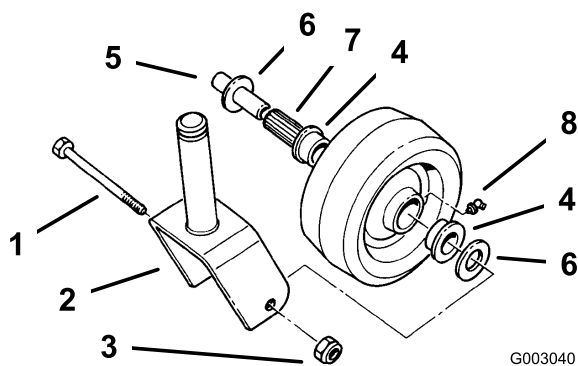

Figure 39
1. Enlevez le contre-écrou et le boulon de fixation de la roue pivotante à la chape (Figure 39).
2. Enlevez une bague, puis sortez la douille pour clé et le roulement à rouleaux du moyeu de roue (Figure 39).
3. Enlevez l'autre bague du moyeu, puis nettoyez la graisse et les saletés éventuellement présentes dans le moyeu (Figure 39).
4. Examinez l'usure du roulement à rouleaux, des bagues, de la douille pour clé et de l'intérieur du moyeu. Remplacez les pièces endommagées ou usées (Figure 39).
5. Pour le remontage, placez une bague dans le moyeu de la roue. Lubrifiez le roulement à rouleaux et la douille pour clé, et insérez-les dans le moyeu. Mettez la deuxième bague dans le moyeu (Figure 39).
6. Montez la roue pivotante dans la chape à l'aide du boulon et du contre-écrou. Serrez le contre-écrou jusqu'à ce que la base de la douille pour clé soit en appui contre l'intérieur de la chape (Figure 39).